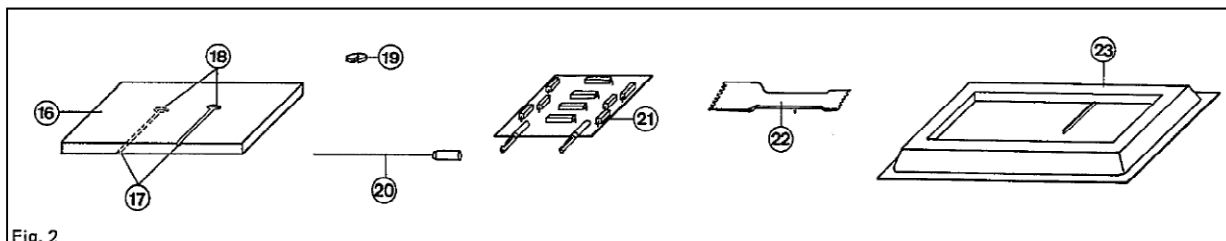

Fig. 2
2.2 Fournitures, description, caractéristiques techniques des échantillons de matériaux de construction (fig. 2)